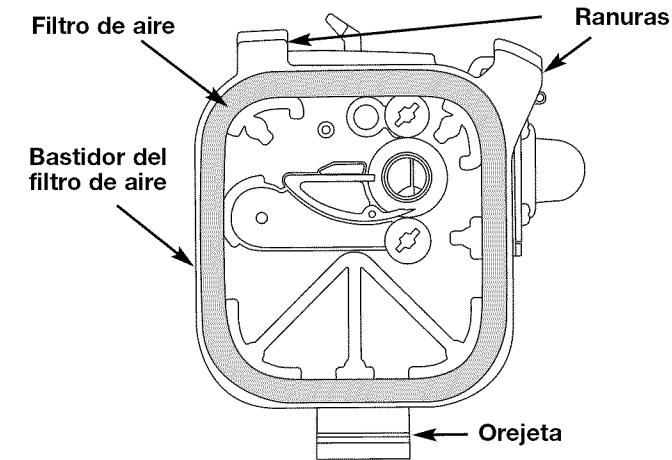

Fig. 25
2. Retire el filtro de aire (Fig. 25).
6. Vuelva a colocar el filtro (Fig. 25).
7. Vuelva a instalar la cubierta del filtro de aire. Coloque los ganchos del lado derecho de la cubierta del filtro de aire en las ranuras del lado derecho de la placa posterior (Figs. 25 y 29).